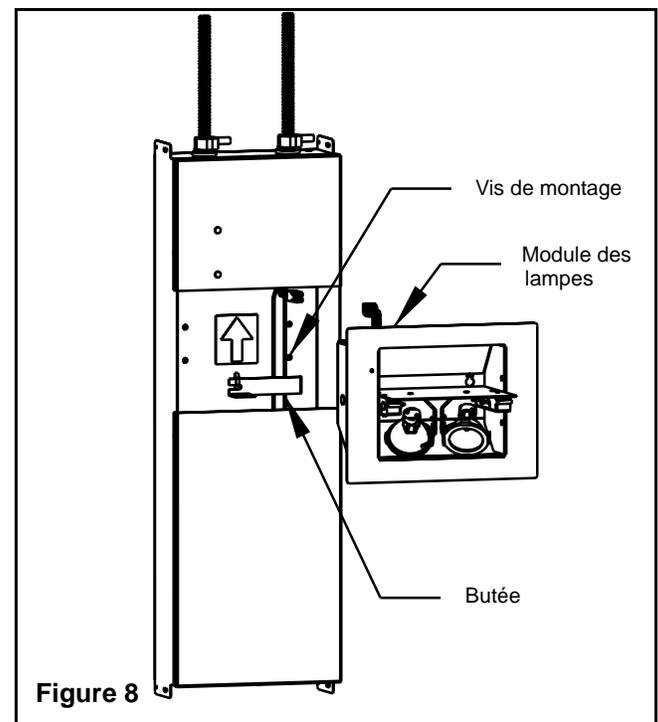

Figure 8
7. Placez les deux fils sous la butée et glissez la butée vers la gauche jusqu'au bout de la fente dans le boîtier encastré (Figure 8).
Installation du module de lampes (Figure 8)